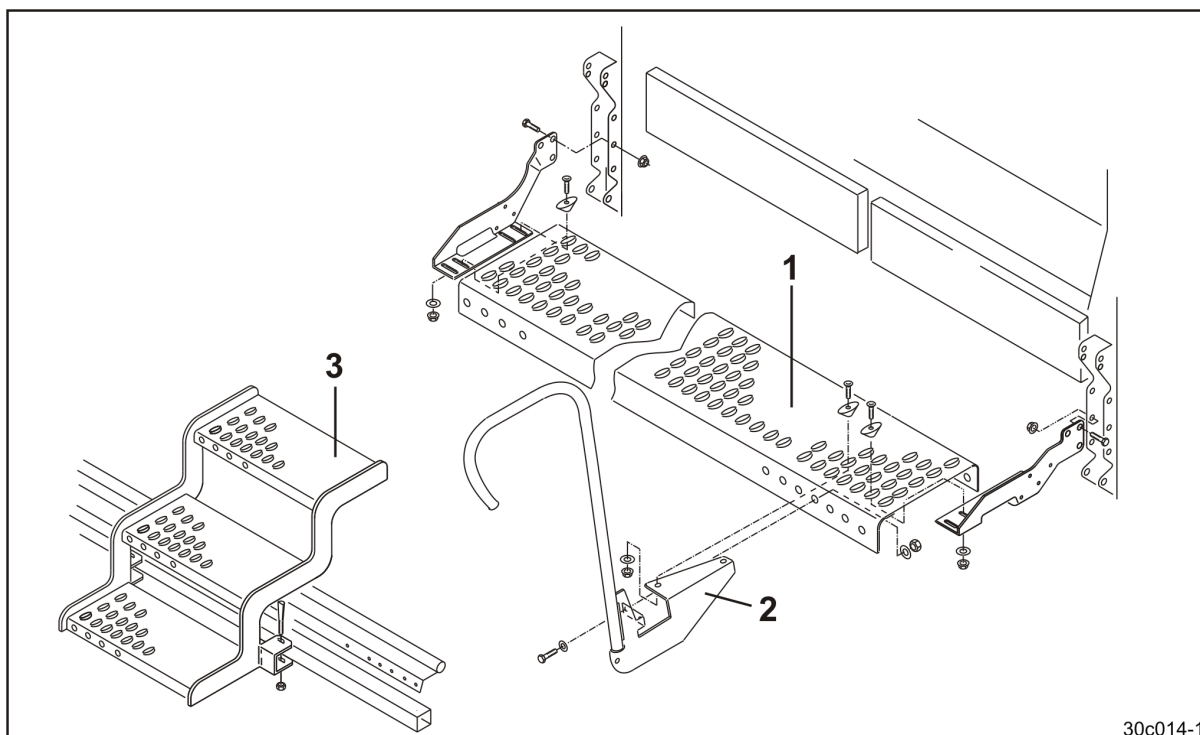

Fig. 60
Grilajul de siguranță pentru pășire (Fig. 60/1) este deja fixat la mașină.
1. Înșurubați mâna curentă (Fig. 60/2).
2. Fixați treapta de pășire (Fig. 60/3) lângă mâna curentă la grapă.